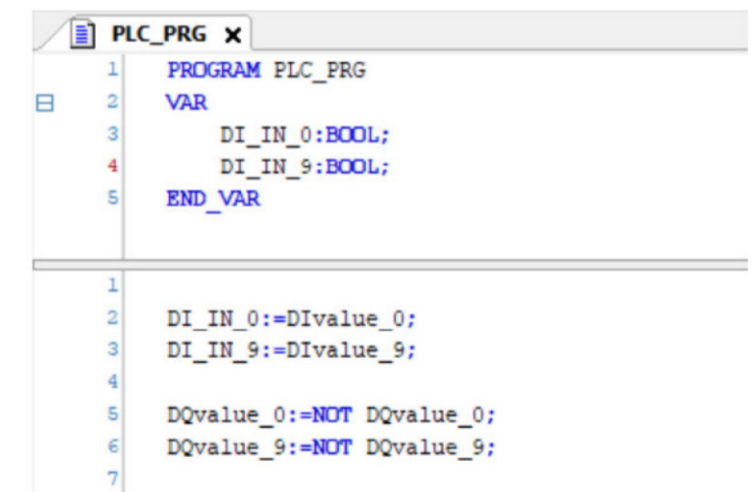

图 7 代码编写
4) 采用 ST 编程语言进行编程，在“Application”的“PLC_PRG”里编写代码。代码实现的功能是把 EC400-DI16 的 0、9 通道读进来的值赋值给变量 DI_IN_0、DI_IN_9，给 EC400-DQ16S 的 0、9 通道写输出值，(硬件上 EC400-DQ16S 的输出端子 0、9 接入到 EC400-DI16 的输入端子 0、9)，如图 7。